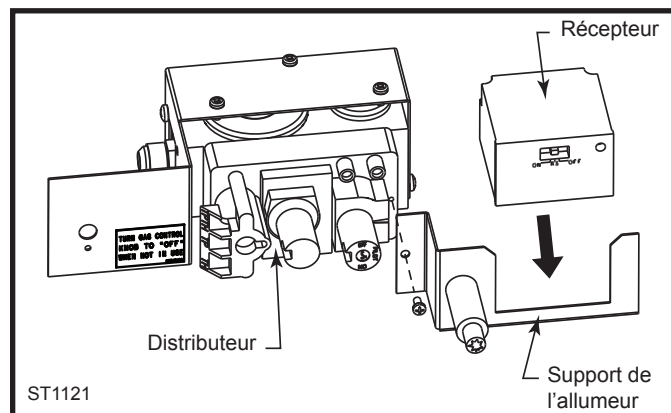

Fig. 54 Pose du récepteur.
1. Glissez le récepteur dans le support de l'allumeur, tel qu'illustré à la Figure 54.
Lisez attentivement les présentes instructions et familiarisez-vous avec les commandes du brûleur décrites à la Page 35. Localisez la veilleuse (Fig. 54), puis suivez à la lettre les consignes d'allumage de la Page 35.